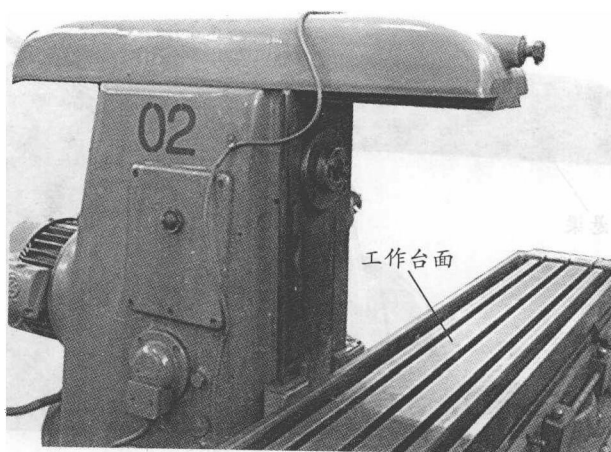

图 1-10 工作台
(5) 工作台 工作台如图 1-10 所示,可沿转台上的导轨纵向移动,以带动台上的工件做纵向进给运动。